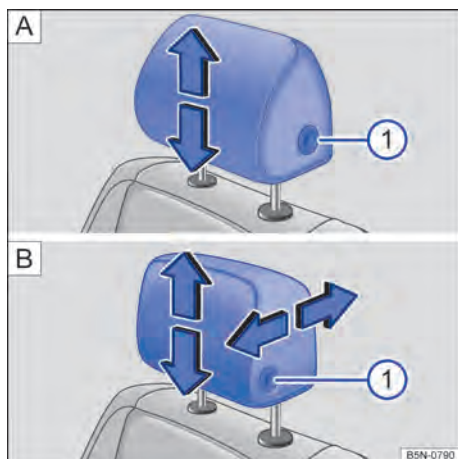
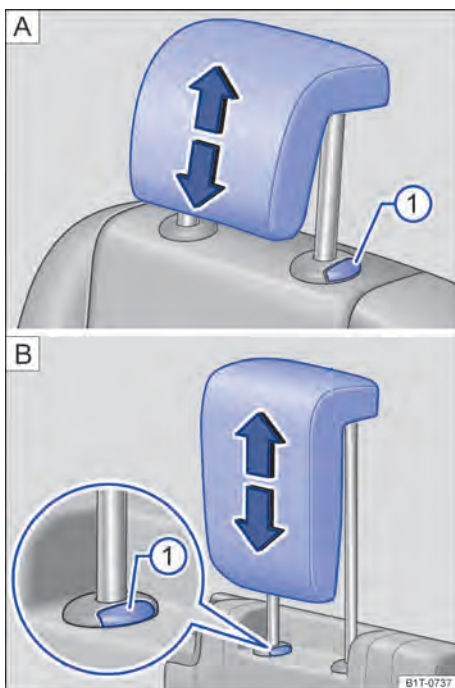

Fig. 88 Ajustar o apoio para cabeça dianteiro: **A** sem possibilidade de ajuste na direção longitudinal, **B** com possibilidade de ajuste na direção longitudinal.
Fig. 89 Ajustar o apoio para cabeça atrás: **A** segunda fileira de assentos, **B** terceira fileira de assentos.
- Deslocar o apoio para cabeça no sentido da seta, para cima ou para baixo e, se for o caso, com o botão → Fig. 88 ① ou → Fig. 89 ① pressionado → ▲ em *Introdução ao tema* na página 108.
- Empurrar o apoio para cabeça para frente na direção da seta ou para trás com o botão → Fig. 88 **B** ① pressionado.